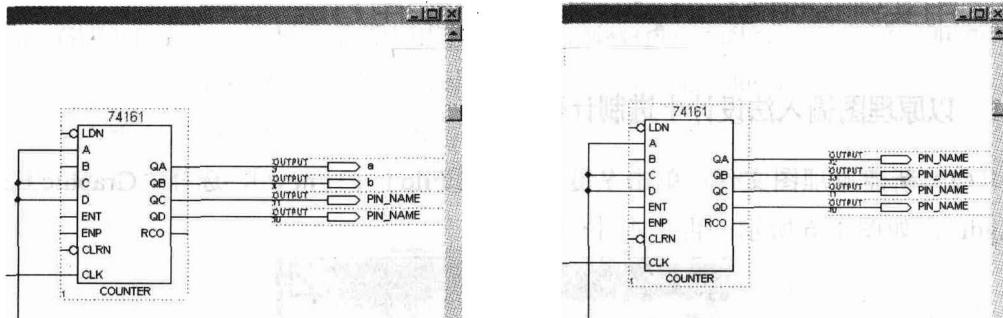

图 1-9 管脚定义及连线图
(4) 定义管脚名并连线：双击“Pin-NAME”，进入编辑状态并输入管脚名，选中该输入管脚用左键拖动至适当位置，将鼠标指向所需连线处，出现十字再进行连线，并在需要连接处连接接点（在连线通过时点击左键即可），如图 1-9 所示。